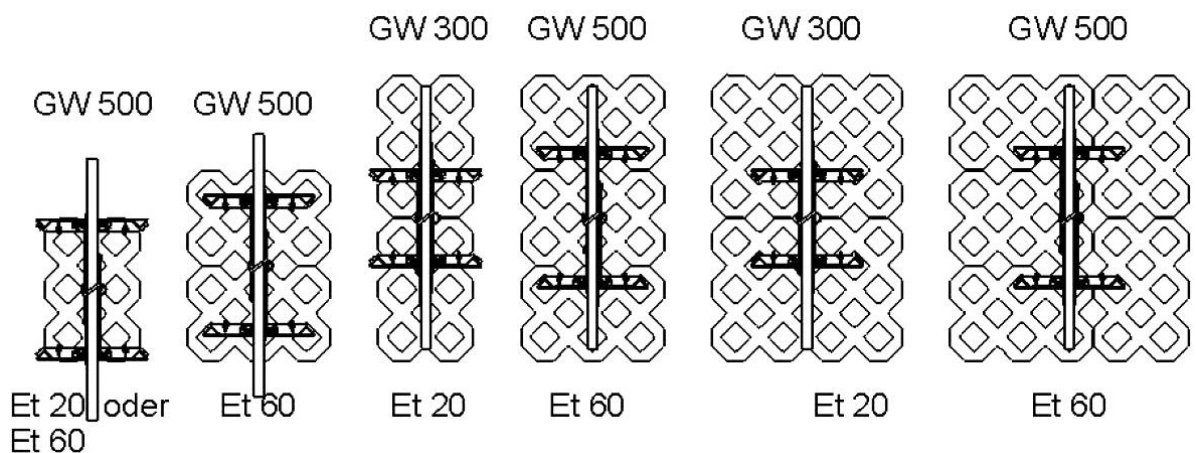

Abb. 1
Die abgebildeten Greifgüter (Rasengittersteine) können in nur zwei Versteckungsbohrungen (jeweils 4. Loch von innen) für einen Greifbereich/Greifweite (GW) von ca. 300 mm und Versteckungsbohrungen (jeweils 7. Loch von innen) für eine Greifbereich/Greifweite (GW) von ca. 500mm gegriffen werden (→ Abb. 1).